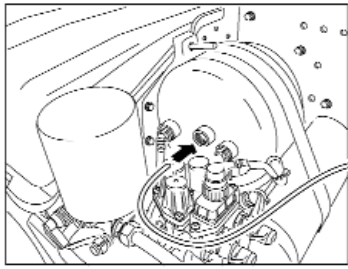

FIG. 1
a) Togliere le due viti (pos. 10) e le due rondelle schnorr (pos. 11) dalla scatola meccanismo. Togliere la vite (pos. 12) posta lateralmente sulla scatola meccanismo. Togliere il dado autobloccante (pos. 13), la rondella (pos. 14), il distanziale (pos. 15) e la rondella di tenuta (pos. 16) dalla leva di apertura (pos. 17) come mostrato in fig. 1. Sfilare anche la leva di apertura (pos. 17);
a) As per figure 1, fix the valve protection cover box item 8 to the rear side of the vehicle in the vicinity of the drawbar coupling: ensure it is fixed on so that the cover lid opens downwards;
b) Assemble the valve item 1 and the valve covering item 9 into the protection cover box using the four screws item 19 on issue with the kit: ensure valve is assembled so that the two connection lines item 2 and item 4 face towards the drawbar coupling;
a) As per figure 1, use the tube supplied on issue to connect up the valve connection line item 4 to the actuator connection piece item 5. Connect up the valve connection line item 2 to the actuator connection piece item 3 in the same way.
b) Assemble the quick connection piece item 6 to the valve feed tube item 1. Female connection piece item 7 must be assembled onto the vehicle's air tank connection pipe.
4) Directions for assembly of the device onto the drawbar coupling (figure 1 & 2)
a) Remove the two screws (item 10) and the two schnorr® safety washers (item 11) from the device box. Remove the screw (item 12) located onto the side of the device box. Remove the self locking nut (item 13), the washer (item 14), the spacer (item 15) and the lock washer (item 16) from the operating handle (item 17) as illustrated in fig. 1. Finally, also remove the operating handle (item 17);
a) Gemäß Abb. 1 das Schutzgehäuse Pos. 8 an der Rückseite des Fahrzeugs so neben der Anhängerkupplung befestigen, dass sich der Deckel nach unten öffnet;
a) Gemäß Abb. 1 den Anschluss des Ventils Pos. 4 mit dem mitgelieferten Schlauch am Anschluss des Aktuators Pos. 5 verbinden; in gleicher Weise den Anschluss des Ventils Pos. 2 mit dem Anschluss des Aktuators Pos. 3 verbinden.
(Abb. 1 & 2)
a) Die zwei Schrauben (Pos. 10) und die zwei Schnorr-Scheiben (Pos. 11) aus der Automateinheit nehmen. Die seitlich auf der Automateinheit befindliche Schraube (Pos. 12) entfernen. Die selbstsichernde Mutter (Pos. 13), die Unterlegscheibe (Pos. 14), das Distanzstück (Pos. 15) und die Abdichtungsscheibe (Pos. 16) wie in der Abb. 1 gezeigt vom Handhebel (Pos. 17) entfernen. Auch den Handhebel (Pos. 17) herausziehen;
a) En vous référant à la figure 1, fixez la boîte de protection pos. 8 à la partie postérieure du véhicule à proximité du crochet: fixez-la de façon que le couvercle s'ouvre vers le bas ;
b) Montez la soupape pos. 1 et sa couverture pos. 9 à l'intérieur de la boîte de protection avec les quatre vis fournies pos. 19: le montage de la soupape doit être exécuté de sorte que les deux raccords pos. 2 et pos. 4 soient tournés vers le crochet;
a) En vous référant à la figure 1, avec le tuyau fourni connectez le raccord de la soupape pos. 4 au raccord de l'actionneur pos. 5; de la même manière, connectez le raccord de la soupape pos. 2 au raccord de l'actionneur pos. 3
b) Montez l'ensemble de raccordement rapide pos. 6 au tuyau d'alimentation de la soupape pos.1. L'embout femelle pos. 7 doit être monté sur le tuyau de raccordement du réservoir de l'air du véhicule.
4) Schéma de montage du dispositif sur le crochet (figure 1 & 2)
a) Enlevez les deux vis (pos. 10) et les deux rondelles schnorr (pos. 11) de la boîte de mécanisme. Enlevez la vis (pos. 12) située au côté de la boîte de mécanisme. Enlevez l'écrou autofreiné (pos. 13), la rondelle (pos. 14), l'entretoise (pos. 15) et la rondelle d'étanchéité (pos. 16) du levier d'ouverture (pos. 17) comme montré sur la fig. 1. Enlevez aussi le levier d'ouverture (pos. 17).